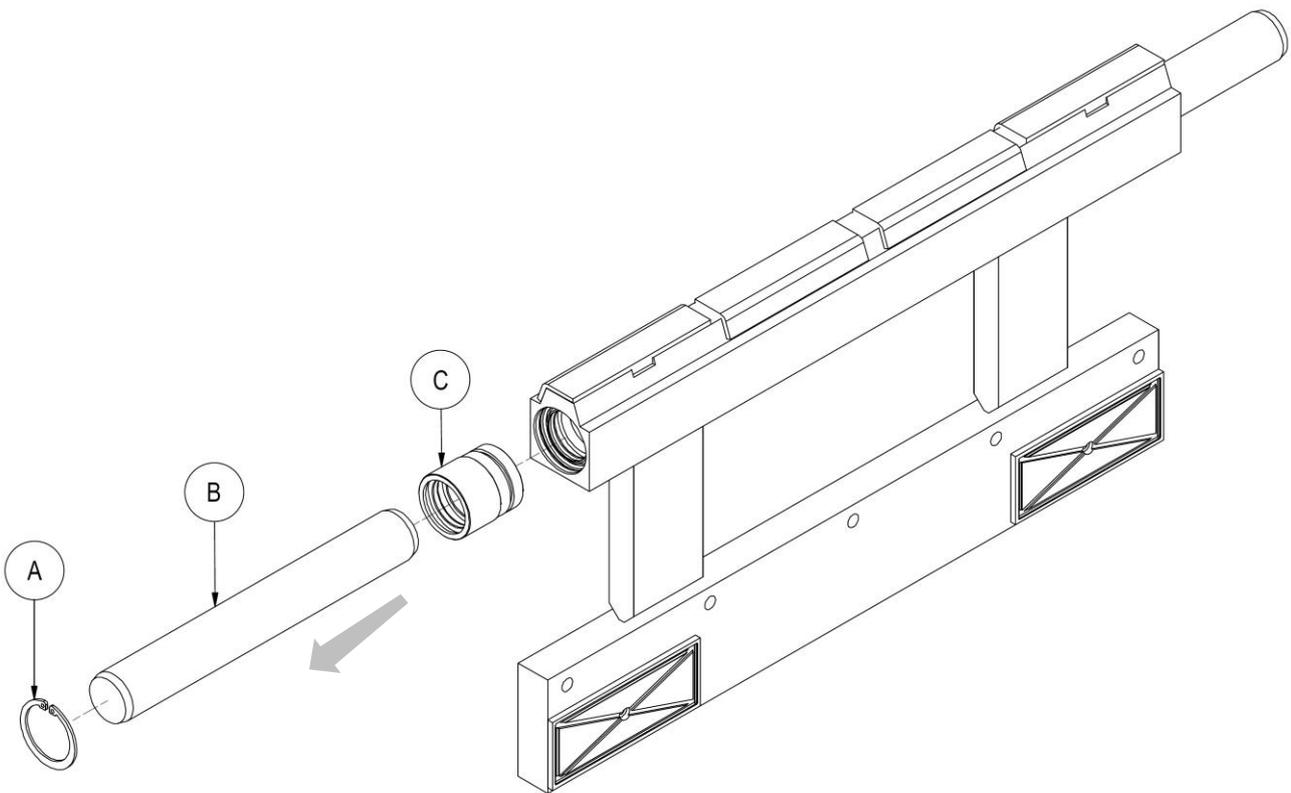

Figure 12
3. Retirer le circlip **A** et extraire la tige **B** qui sortira de son siège avec le bouchon **C**. Enlever ensuite la tige du bouchon (voir *Figure 12*).